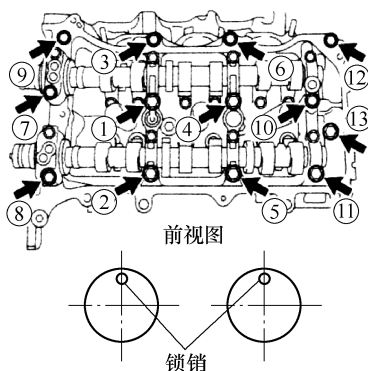

图 1-139 紧固凸轮轴轴承螺栓
① 连续涂抹密封胶。
② 安装左侧凸轮轴壳分总成，并按图 1-139 中数字所示顺序紧固 13 个螺栓。